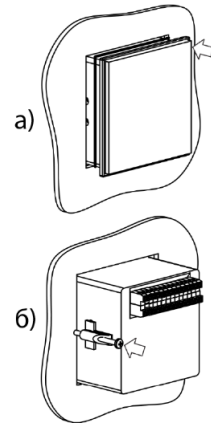

Рисунок 4.3 – Монтаж пристрою щитового кріплення Щ1
3. Встановити пристрій у монтажний виріз щита (див. рисунок 4.3, а).
4. Вставити фіксатори з комплекту постачання до отворів на бічних стінках пристрою (рисунок 4.3, б).